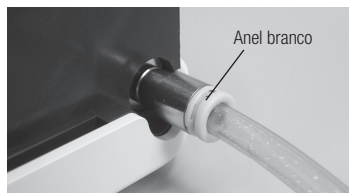

Fig.7
- Ao pressionar o Anel branco, (o Anel de libertação do conector rápido) no Conector de água da torneira, puxe suavemente o tubo para remover. (Fig. 7)